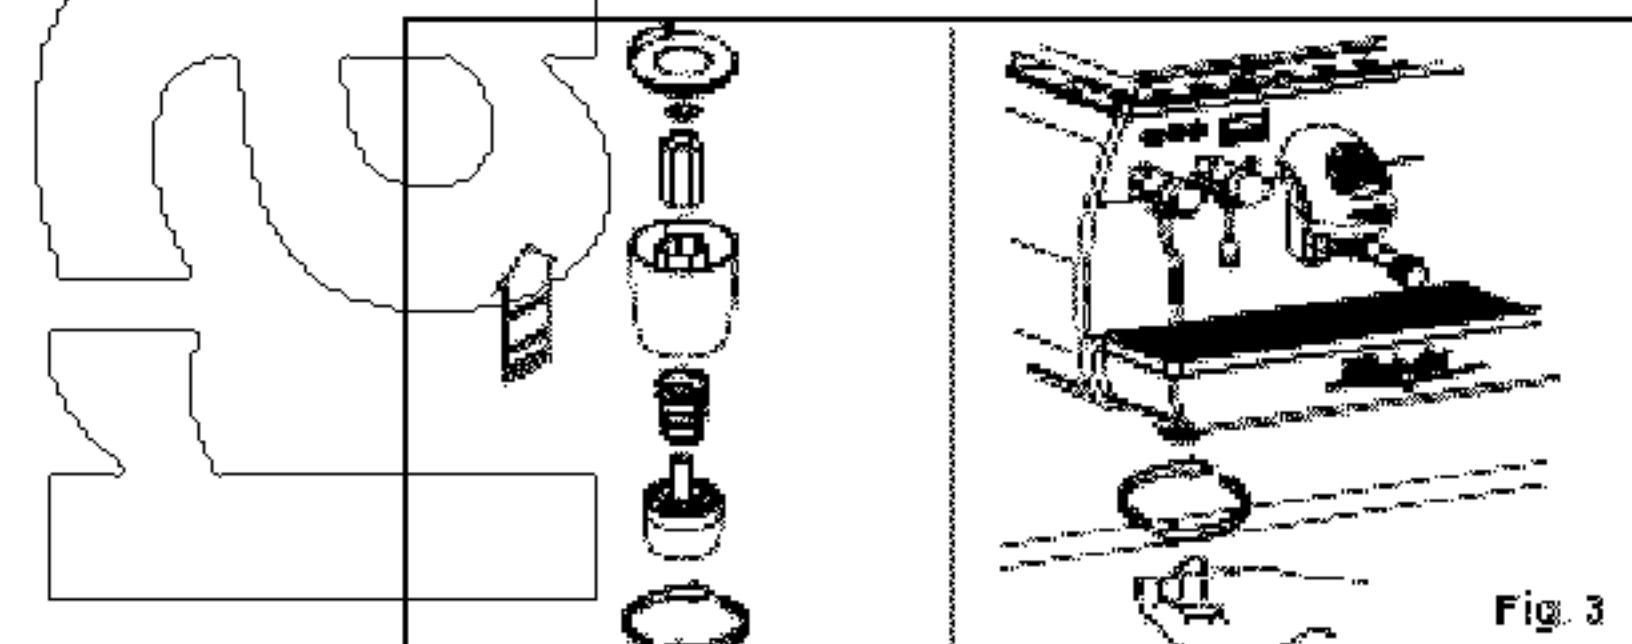

Рис.3
- прикрутите резиновую ножку в резьбу вставки, которая находится в корпусе (рис.3)